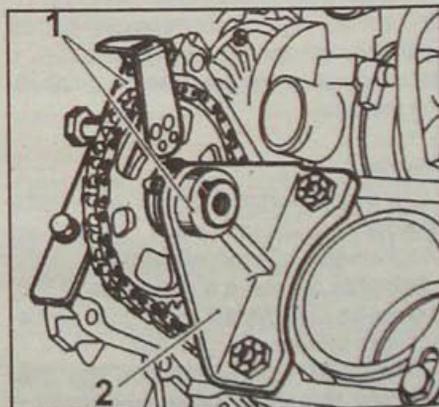

Рис. 2.22. Фиксация звездочки распределительного вала приспособлением Mot. 589:
- В случаях, когда необходимо вращать коленчатый вал при снятой головке цилиндров, например, при замене цилиндропоршневой группы для сохранения установки фаз газораспределения, используйте специальный кронштейн Mot.589 и привинтите его болтами к передней крышке (рис. 2.22).